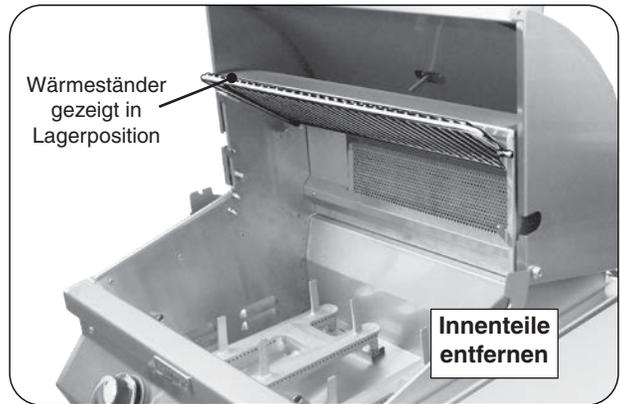

Abb. 30-1 Bereiten Sie den Grill zum Rotieren vor
1. Stellen Sie den Wärmeständer in die Aufbewahrungsposition, entfernen Sie die Rückbrennerabdeckung und die Kochgitter (siehe Abb. 30-1).